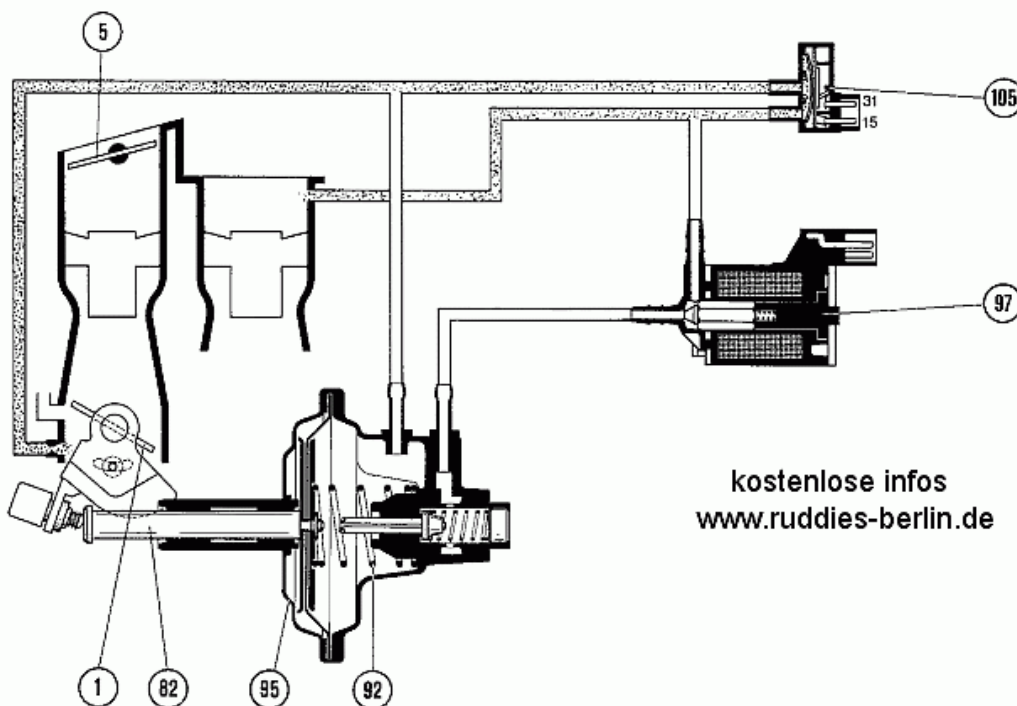

Bild 18 Kaltstart I. Phase, Schaltschema 3-Punkt-Dose
Mit dem Einschalten der Zündung und Betätigen des Anlassers setzt die elektrische Beheizung im Starterdeckel und des Thermozeitventils (105) ein. Das Elektroumschaltventil (97) bekommt Spannung und öffnet. Damit kann sich die unterhalb der Drosselklappe (1) entstehende Druckdifferenz nicht im Drosselklappenansteller (95) aufbauen. Der Stößel hält die Drosselklappe in Startposition. Infolge des Druckabfalls unterhalb der geschlossenen Starterklappe wird aus allen Kanälen der I.Stufe Kraftstoff und Gemisch gefördert (Bild 18). Um ein Überfetten zu vermeiden, ist die Starterklappe (5) exzentrisch gelagert, so dass der in der Mischkammer wirkende Druck die Klappe gegen die Federkraft der Bimetallfeder öffnet und schließt und die für das Startgemisch benötigte Luft eintreten kann.